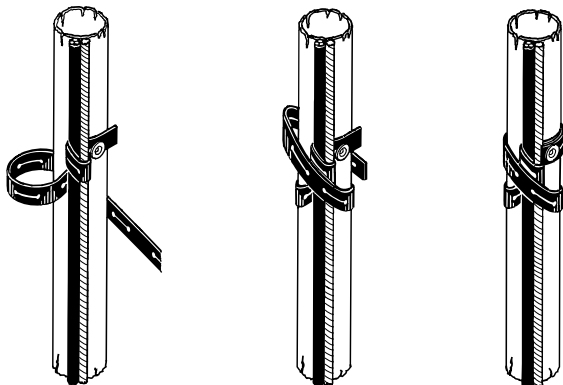

Fig. 23 Fixarea clemelor pentru cablu
3. Poziționați firul de-a lungul cablului de intrare submersibil așa cum se arată în fig. 23.